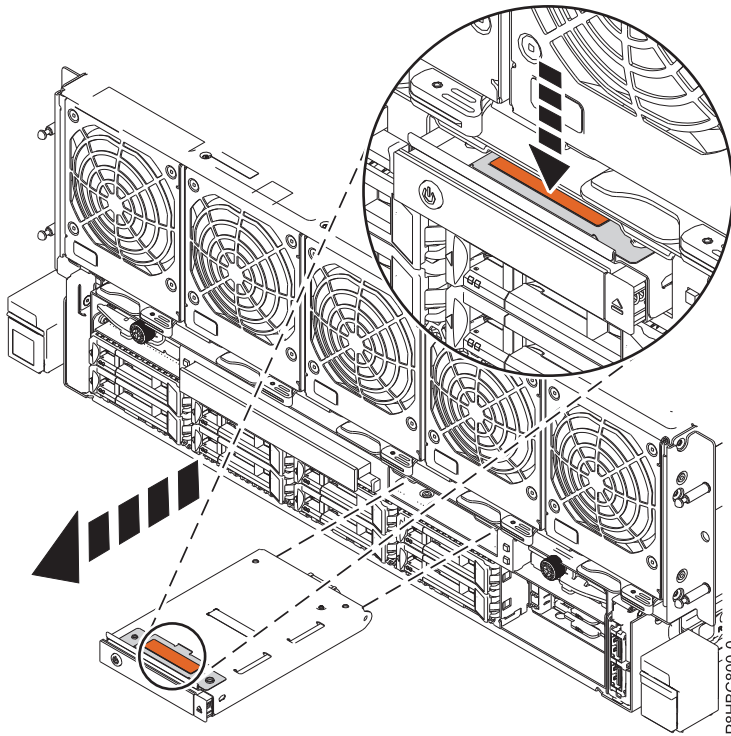

図 4. コントロール・パネルの取り外し
2. 赤褐色のタブを押してから、コントロール・パネルをスロットからまっすぐにスライドさせて出します。図 4 に示すとおり。